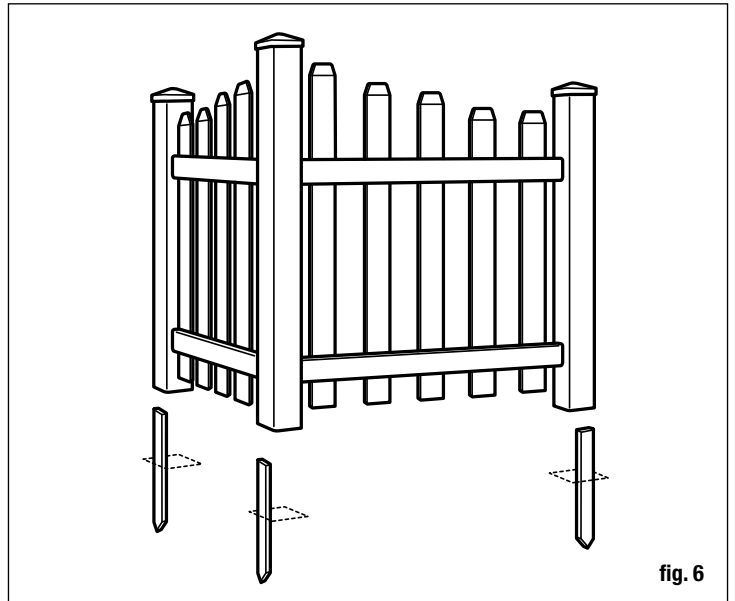

fig. 6
- Pick up fence assembly and reposition posts so that stakes are located inside of posts (fig. 6).
- Levante el montaje de la cerca y reposicione los postes de manera de que las estacas queden entre los postes (fig. 6).